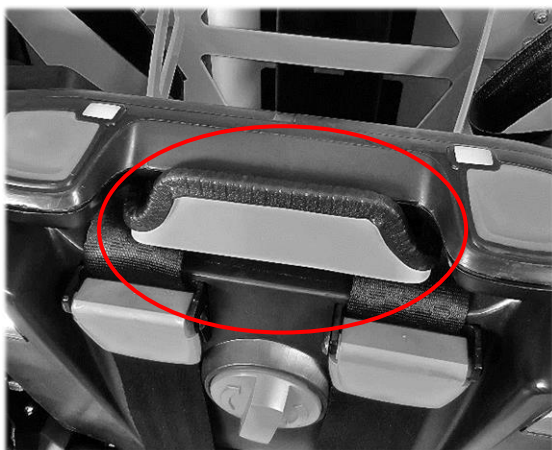

Abbildung 3: Bügelhaken
2. Ziehen Sie das System mit Hilfe Ihres Körpergewichtes nach unten, bis die mittlere Position arretiert. Ziehen Sie nicht am Bügelhaken des Xlevator (Abb. 3).